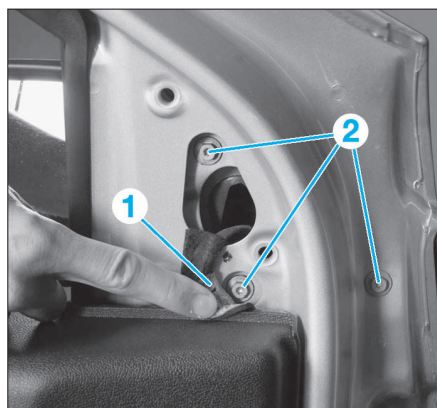

FIG. 67
- Déposer (Fig.67) :
- la mousse d'étanchéité (1),
- les vis (2),